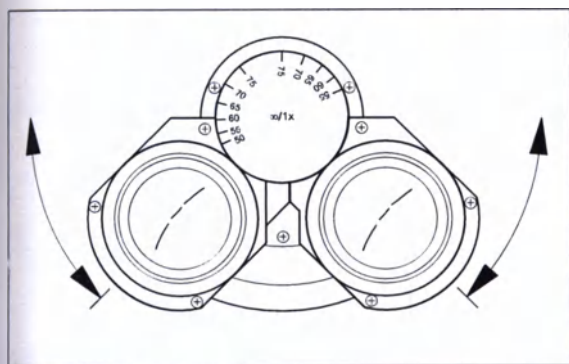

Рисунок 5 Настройка межокулярного расстояния
- Путём симметричного поворота обоих окулярных тубусов друг против друга настроить межокулярное (межзрачковое) расстояние так, чтобы оно было согласовано с индивидуальным глазным базисом наблюдателя (Рисунок 5).